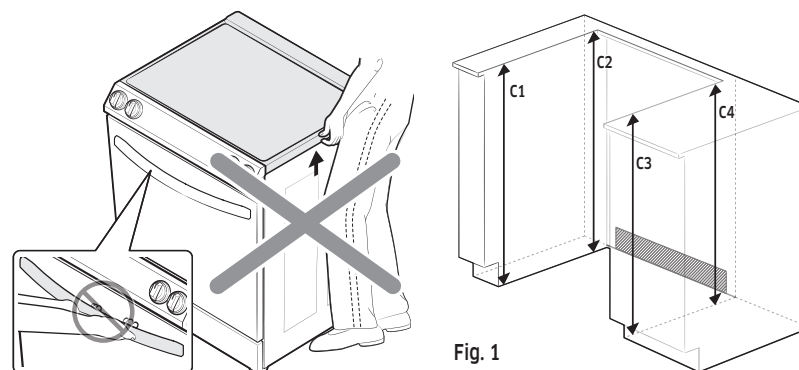

Fig. 1
2. Antes de instalar la unidad, mida la altura de los dos lados del gabinete (C1-C4), frontal y posterior (Vea la Fig. 1) desde el piso hasta la parte superior de la mesada.